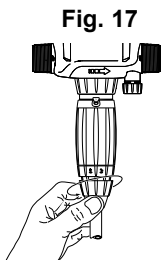

Fig. 17
- Démontez le tuyau d'aspiration de produit (Fig. 17).